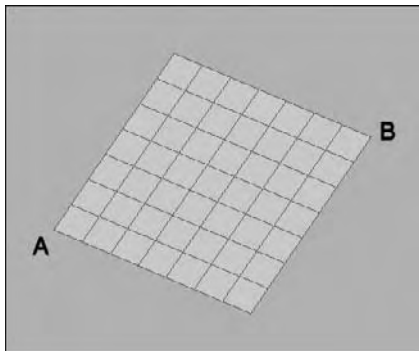

Fig.5.3
- 3] Spécifiez le deuxième angle de la surface : B (fig.5.3).